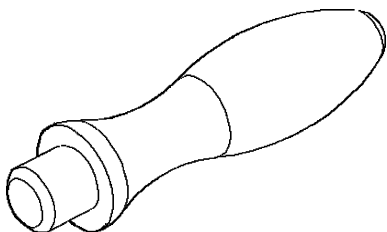
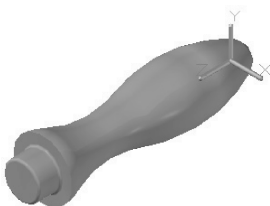

图 13-70 指定对象
图 13-71 附着材质后
(2) 选择需要的材质类型, 直接拖动到对象上, 如图 13-70 所示。这样材质就附着了。当将视觉样式转换成“真实”时, 显示出附着材质后的图形, 如图 13-71 所示。